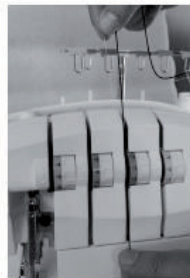

Рис. 27
4. Удерживая нить, вставьте ее между регуляторами натяжения и потяните нить вниз, чтобы убедиться, что она надлежащим образом расположена между регуляторами натяжения в положении «3» (Рис. 27).